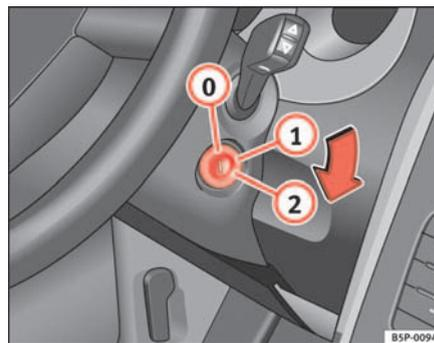

Fig. 131 Posizioni della chiave di accensione
In questa posizione ⇒ fig. 131 sia il motore che il quadro sono spenti e si può inserire il bloccasterzo.
- Girare la chiave fino alla posizione ⇒ pag. 162, fig. 131 . La spia  si accenderà nel caso di preincandescenza del motore.
- Girare la chiave fino alla posizione ⇒ pag. 162, fig. 131